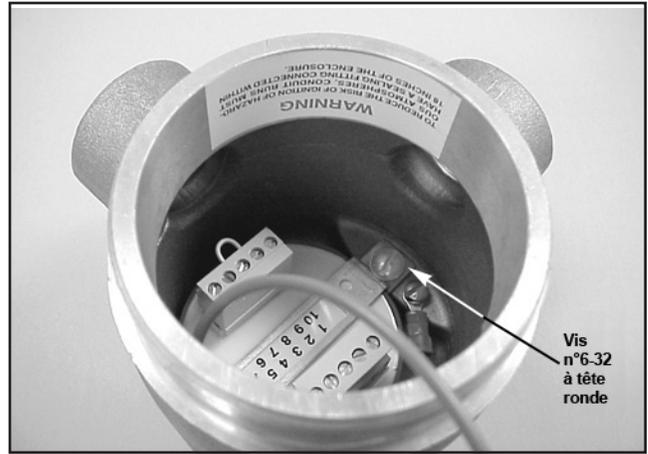
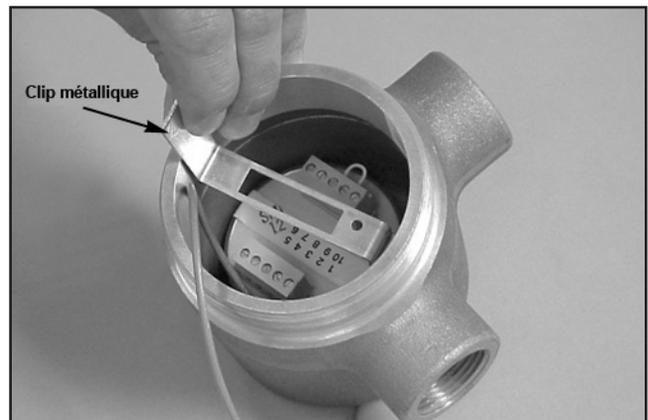

Figure 3
Figure 5
2. Pour la dépose du PA-6, dévisser les vis n°6-32 à tête ronde, figures 3 et 4, pour pouvoir enlever le clip métallique, figure 5.